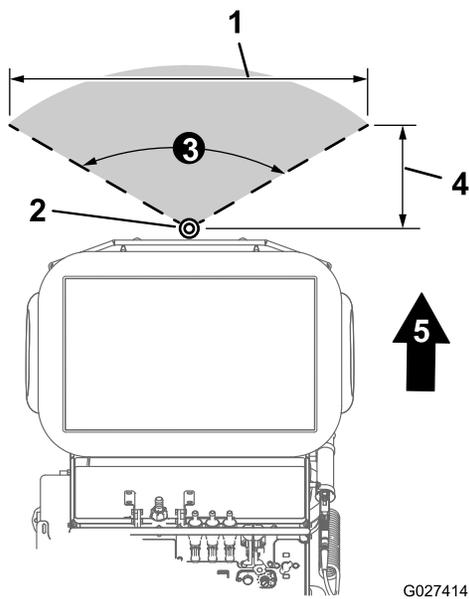

Figura 39
- El patrón de fumigación estrecho (Figura 39) de la máquina mide **122 cm (48")** de ancho.